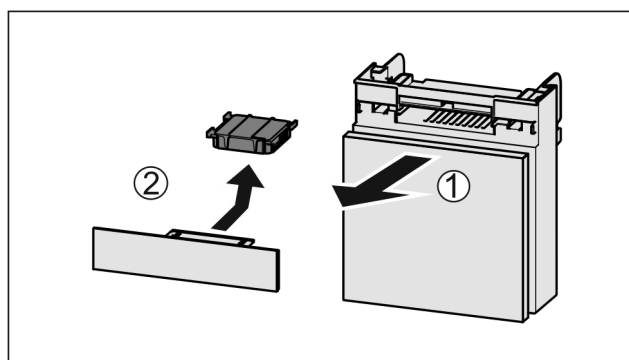

Fig. 59
- ▶ Вытянуть Fig. 59 (1) отделение движением вперед.
- ▶ Извлечение Fig. 59 (2) фильтра с активированным углем.